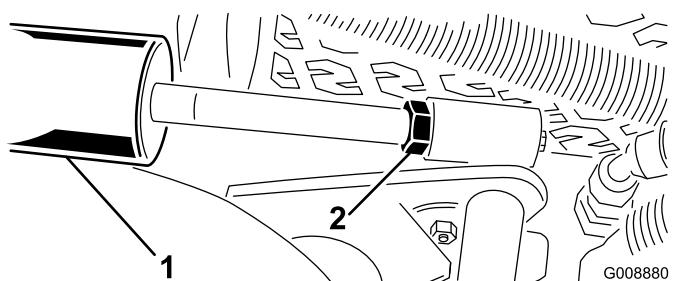

Figura 14
- Baje las unidades de corte y afloje la contratuerca del cilindro (Figura 14).